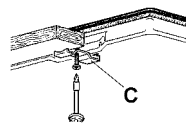

Fig.6
- Inserir e posicionar a mesa de encastrar a gás na abertura efectuada no móvel e bloqueá-la com os parafusos os ganchos de fixação C (fig.6).